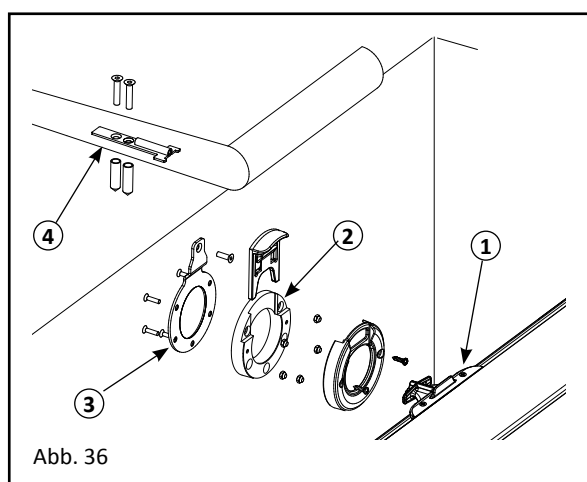

Abb. 36
6.7.3 Abb. 36: Option Befestigung der Spanner am Beckenrand: